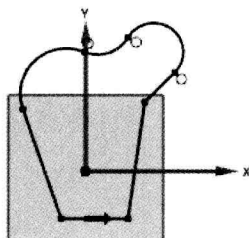

图 2.14.2 绘制草图（一）
Step 1 选择下拉菜单 **插入(I)** → **曲线(C)...** → **轮廓(O)...** 命令。大致绘制图 2.14.2 所示的草图（一）。